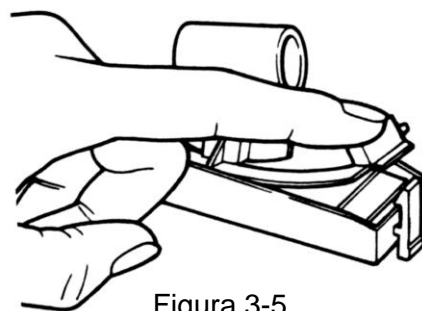

Figura 3-5
4. Allineare il foro quadrato della carta da filtro con quello nel supporto della camera campioni. Spingere la parte superiore della camera campioni in direzione del suo supporto, abbassandola finché s'innesta il blocco di fissaggio sulla sommità del supporto della camera campioni. Vedere Figura 3-5.